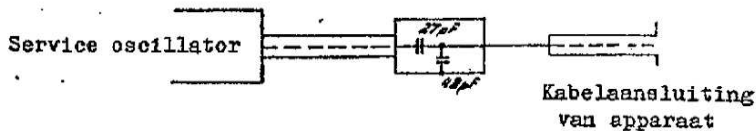

Fig. 11
4. Gemoduleerd signaal van 1500 kHz via kunst-antenne (fig. 11) aan apparaat toevoeren.
Vandaar de speciale kunstantenne bij het trimmen (zie fig. 11) en het instellen van C44 op minimum capaciteit.